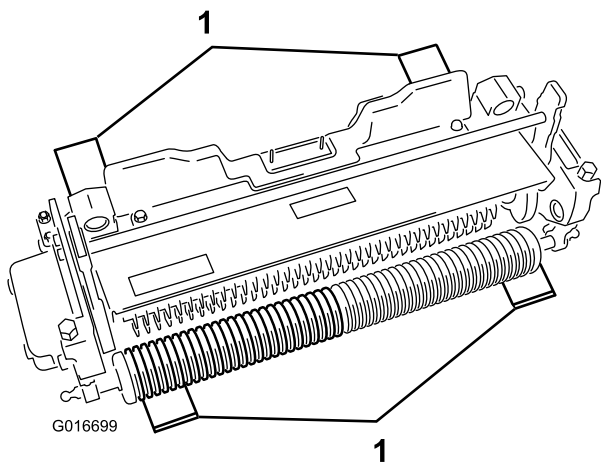

Рисунок 4
2. Поместите 4 измерительные планки, установленные на необходимую глубину проникновения ножей, под передний и задний валики блока-скарификатора (Рисунок 4).